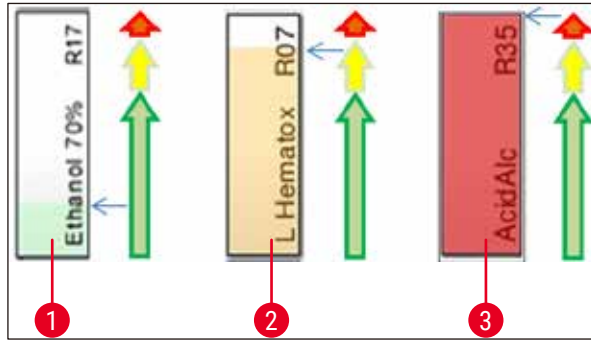

図 72
- 背景色 (→ 「図 72」)
- 背景色は試薬使用状態を示します (→ 「図 72」)。消費量が増加するにつれて、カラーバーが下から上へと次第に伸び、消費状況に応じて色も変化します。